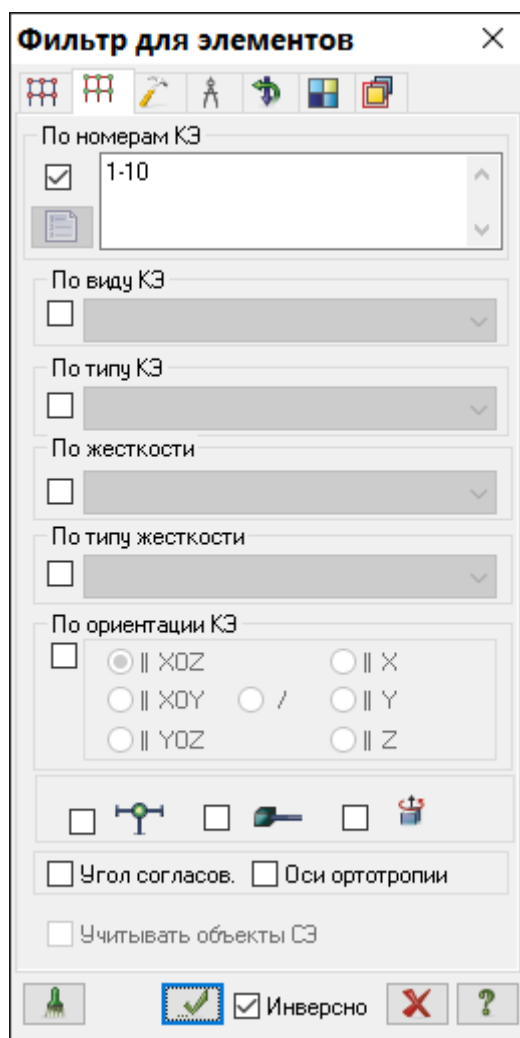

Рис.8.18. Диалоговое окно **Фильтр для элементов**
- Щелчком по кнопке  – **ПолиФильтр** на панели инструментов **Панель выбора** вызовите диалоговое окно **ПолиФильтр** (рис.8.18).